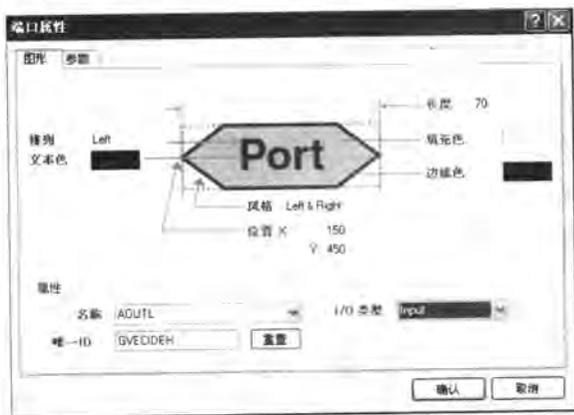

图 3-89 端口属性设置
- [4] 双击所放置的输入/输出端口（或在放置状态下按 **Tab** 键），打开【端口属性】对话框。在【名称】栏中输入端口的名称“AOCTL”，【长度】设为“70”，【I/O 类型】设置为“Input”，如图 3-89 所示。